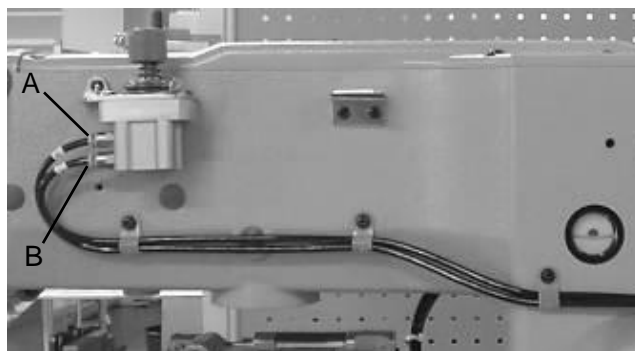

図3
- (4) エアチューブは付属のナイロクリップを使用して図3のようにミシン右側に配管します。